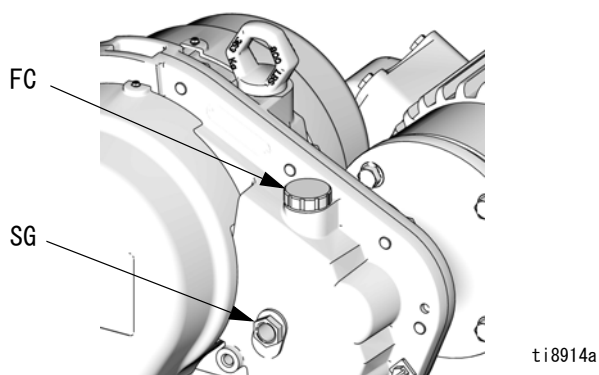

図 6. オイルフィル
補給キャップ (FC) を開けて、ギア減速機容器に 2 クォート (1.9 リットル) の Graco 288414 油 (1 クォート瓶 12 個) を補給します。ギア減速機ハウジングの覗き窓 (SG) で油面をを点検します。過充填しないでください。図 6 を参照してください。